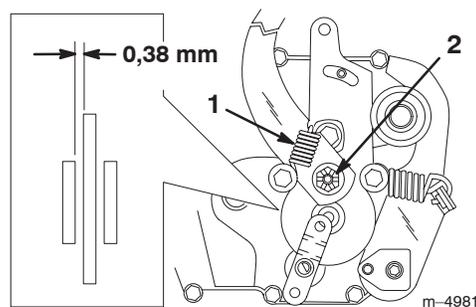

Figure 21
Le frein de stationnement se trouve du côté droit de l'essieu arrière, à l'intérieur du pneu arrière (Fig. 21). Un réglage s'impose si le frein de stationnement n'est pas serré suffisamment.
- Déposez le ressort du bras de frein (Fig. 21).
- Enlevez la goupille fendue qui retient l'écrou de réglage du frein et desserrez légèrement l'écrou (Fig. 21).
4. Insérez une jauge d'épaisseur de 0,38 mm entre le disque de frein et la rondelle de frein (Fig. 21).